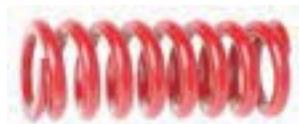

Рис. 1.3. Детали общего назначения:
- *общего назначения* — детали, входящие в состав различных машин и выполняющие в них одну и ту же функцию (рис. 1.3);